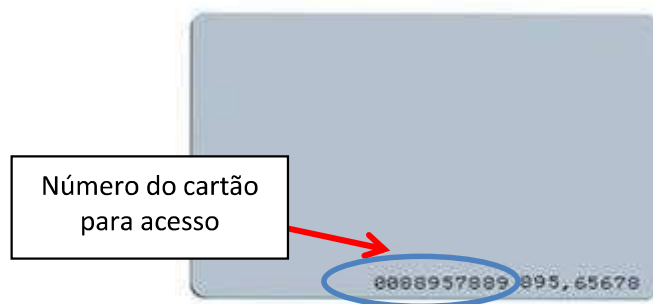

Figura 15 – Cartão rfid
**Card Number** – inserir o número do cartão de acesso (**Figura 15**).